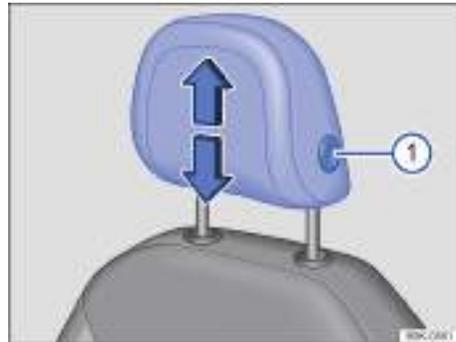
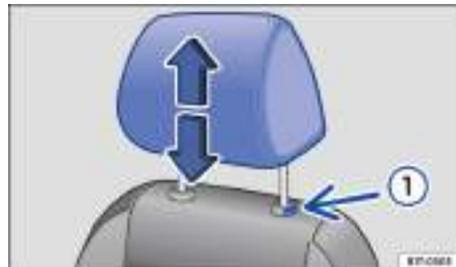

Fig. 64 Apoyacabezas delantero: ajustar (variante 1).
Fig. 65 Apoyacabezas delantero: ajustar (variante 2). ▶
- Desplace el apoyacabezas hacia arriba o hacia abajo a la vez que presiona la tecla → fig. 64 ① o → fig. 65 ①.